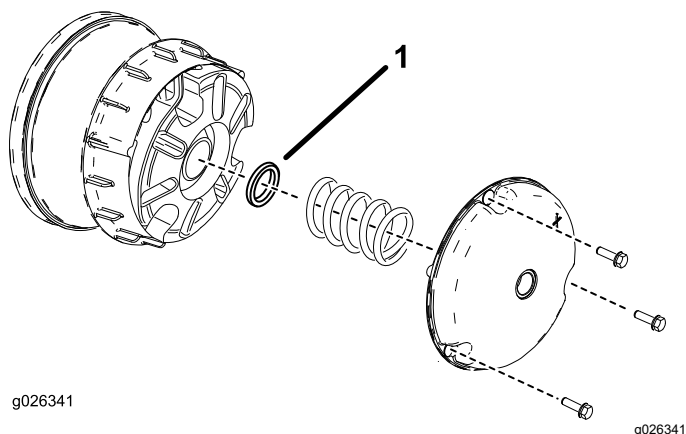

Figure 62
- Retirez les boulons qui fixent le couvercle de l'embrayage primaire, comme montré à la Figure 62.